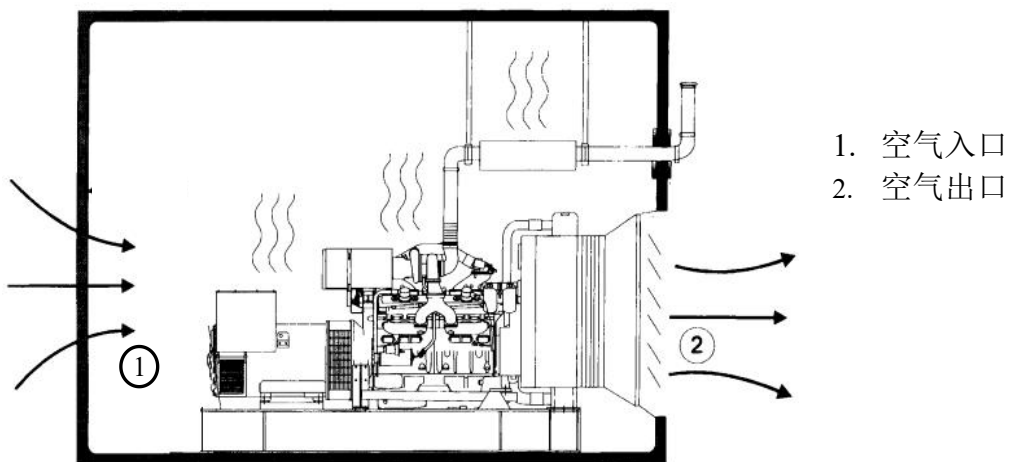

图 4—5 空气进排放示意图
发动机，交流发电机及排气管均散出热量，温度升到一定程度后将会影响机组的效率。因此，必须采取措施来保持发动机及交流发电机冷却。如图 4—5 所示，是正确的空气流动路线，空气从机尾部分经过发动机，经过散热器，然后由一个可装拆的排风筒排出室外。如果没有排风筒将热气排出户外，风扇将把热空气抽散在四周，热空气将会短路回散热器，减低冷却效果。
- 2) 冷却用空气必须引自室外，空气温度尽可能低，引风口（及引风罩）根据发电机房具体结构布置（见图 4—8~图 4—11），但要保证冷却空气能流经发电机。
- 3) 发电机房内温度尽可能低，以免引起发电机组发电能力下降，若环境温度过高还会引起零件损坏。此时，应采用通风机，以加强空气通风，最好使用 2 个通风机，一个把冷空气吸入室内，另一个把室内热空气排出室外。见图 4—9。